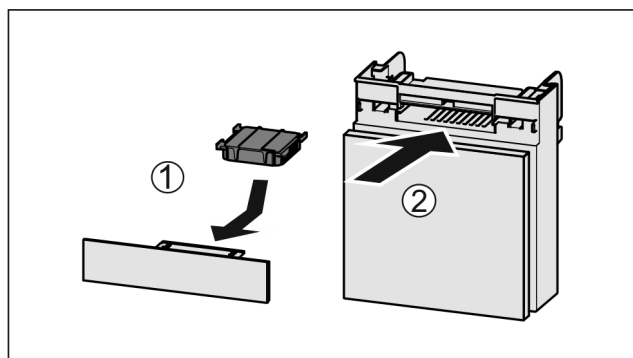

Fig. 178
- Sätt in Fig. 178 (1) aktivtkolfiltret enligt bilden.
- Skjut in Fig. 178 (2) lådan.